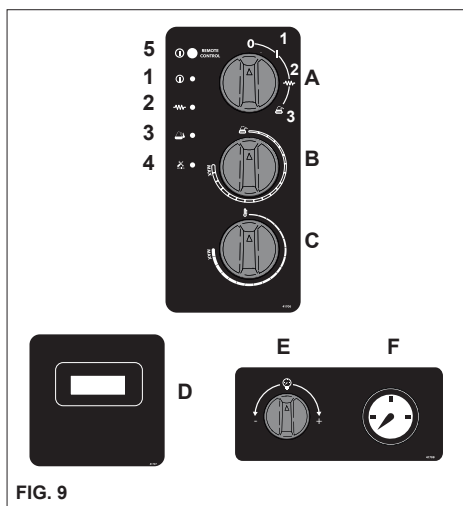

FIG. 9
2) Azionare l' idropulitrice e selezionare mediante il selettore **B** fig. 9 la quantità di detersivo da utilizzare. Sul display verrà visualizzato, per 3 sec la quantità di detersivo scelto.